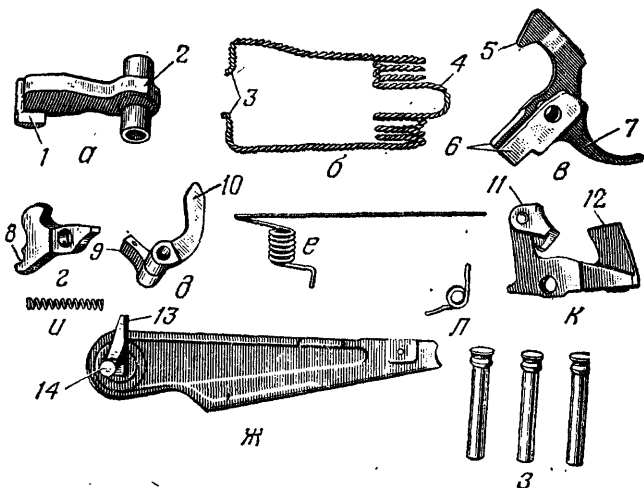

Рис. 35. Части ударно-спускового механизма:
20. Ударно-спусковой механизм (рис. 35) служит для спуска курка с боевого взвода или со